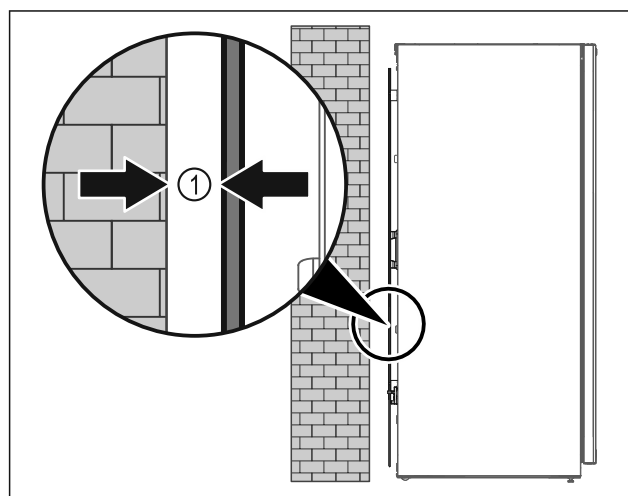

Fig. 45
- ▶ Állítsa fel a készüléket szabadon a helyiségben, vagy közvetlenül a fal mellé legalább 5 mm Fig. 45 (1) minimális távolságban.